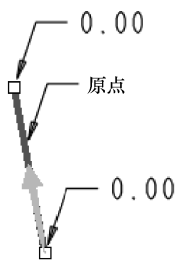

图 6-120 单击轨迹
(3) 单击【基础特征】工具栏中的【可变截面扫描】按钮，在消息区出现【可变截面扫描】操控板，在对话框中单击【扫描为实体】按钮，使其处于按下状态。
(4) 在图形区选取刚才绘制的直线作为原点轨迹，轨迹线呈红色加亮显示，且起始点附着黄色箭头，如图6-120所示。